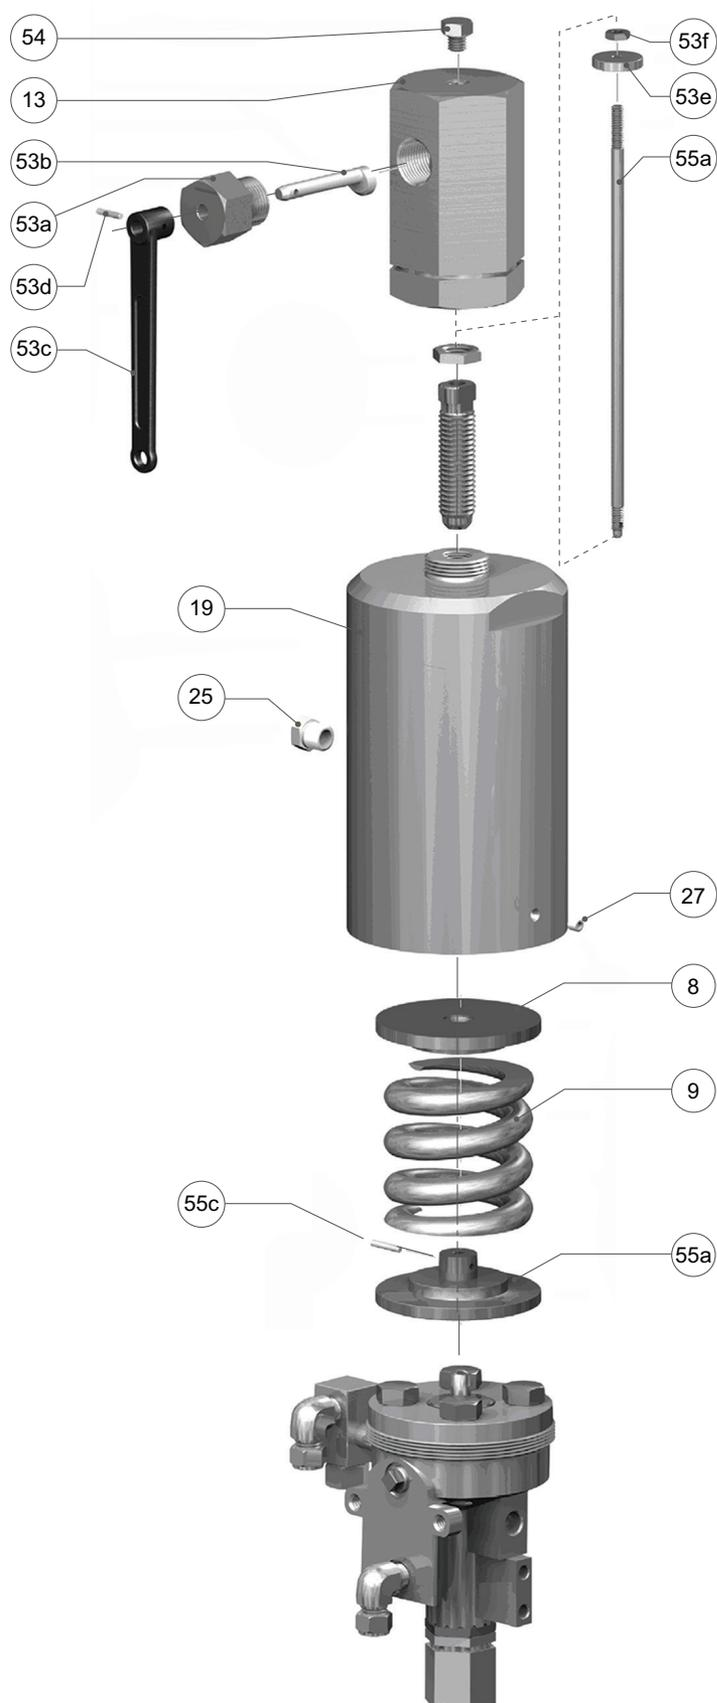
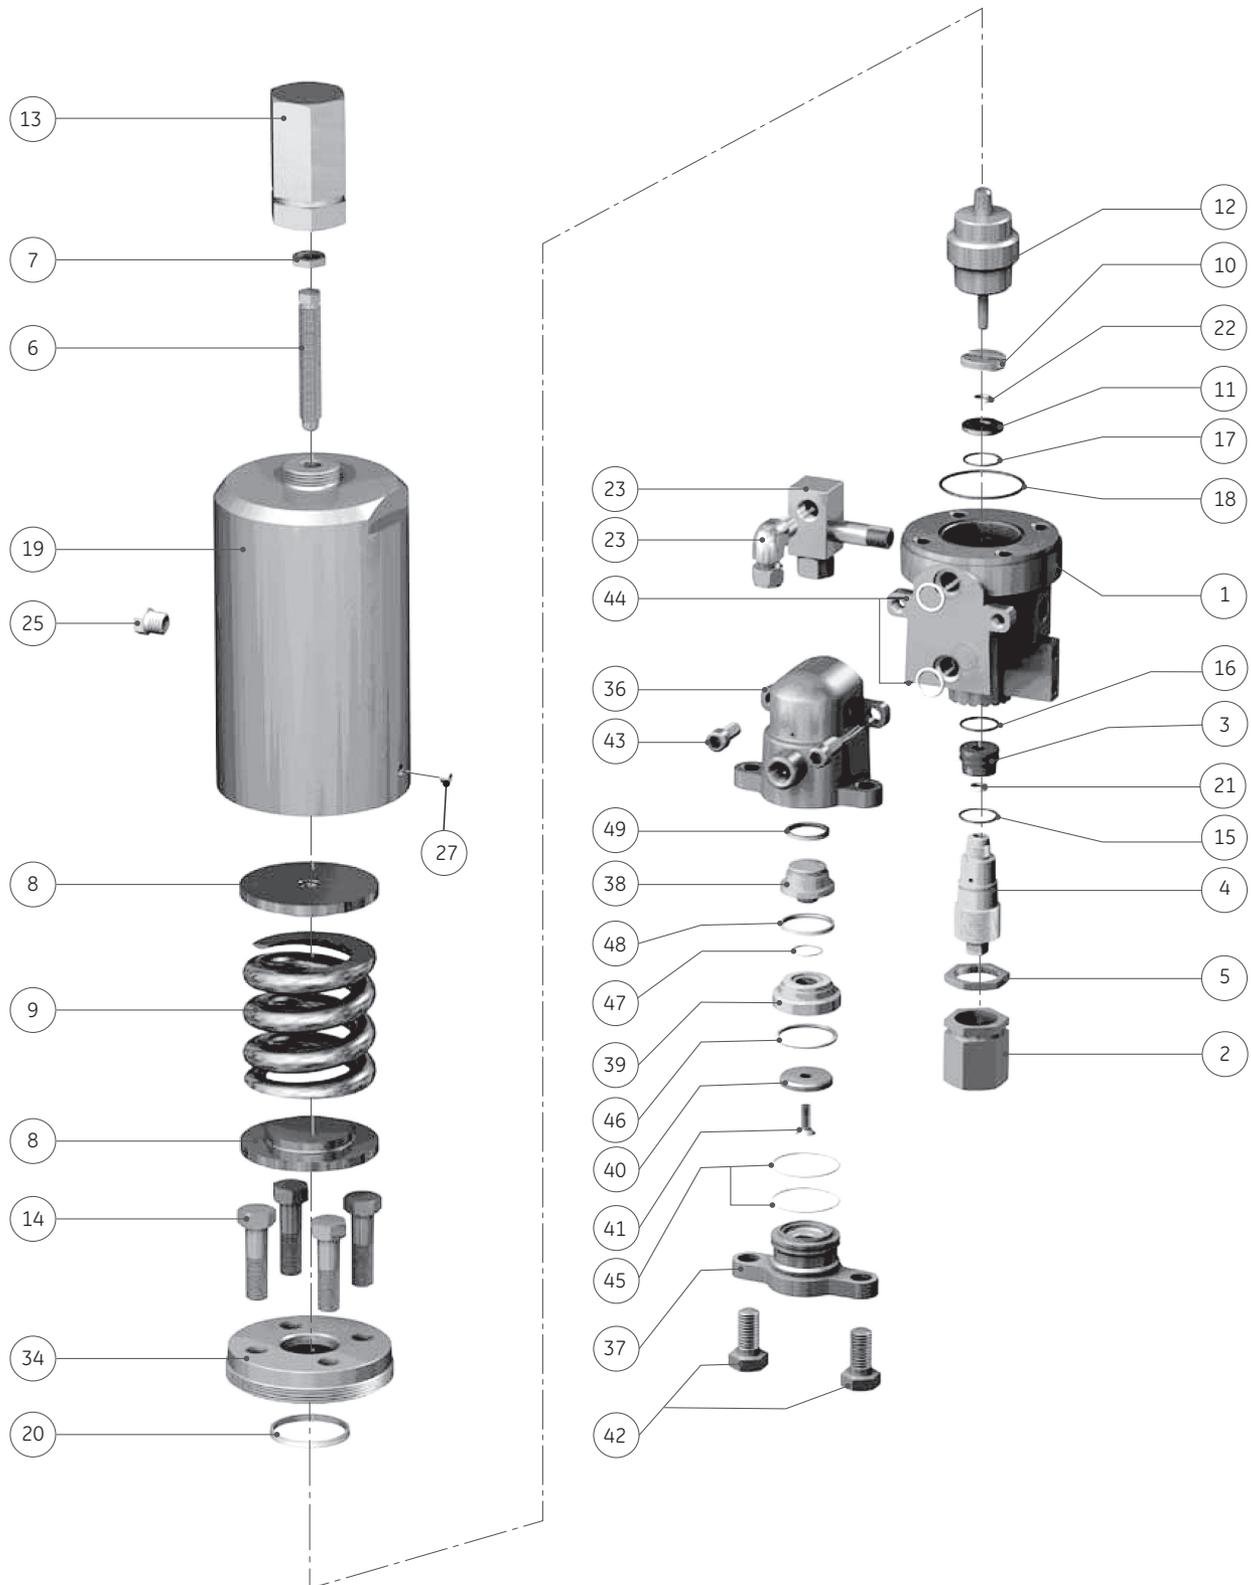

Figure 52 : Démontage du levier de levage
Figure 53 : Démontage de la soupape pilote 39MV07
3. Si un levier de levage est installé, utilisez également la figure 52 pour retirer l'ensemble levier de levage. Revenez ensuite à la figure 51 pour continuer le démontage.
Figures 52 et 53
3. Si un levier de levage est installé, utilisez également la figure 52 pour retirer l'ensemble levier de levage. Revenez ensuite à la figure 53 pour continuer le démontage.